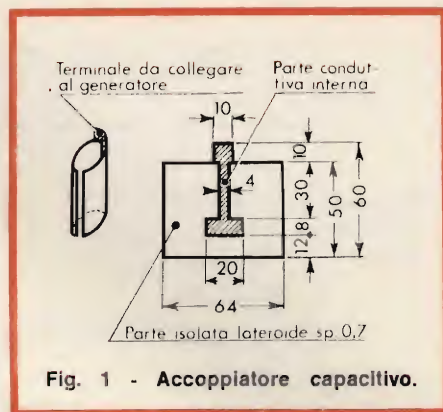

Fig. 1 - Accoppiatore capacitivo.
- 5) Accoppiatore capacitivo - Fig. 1